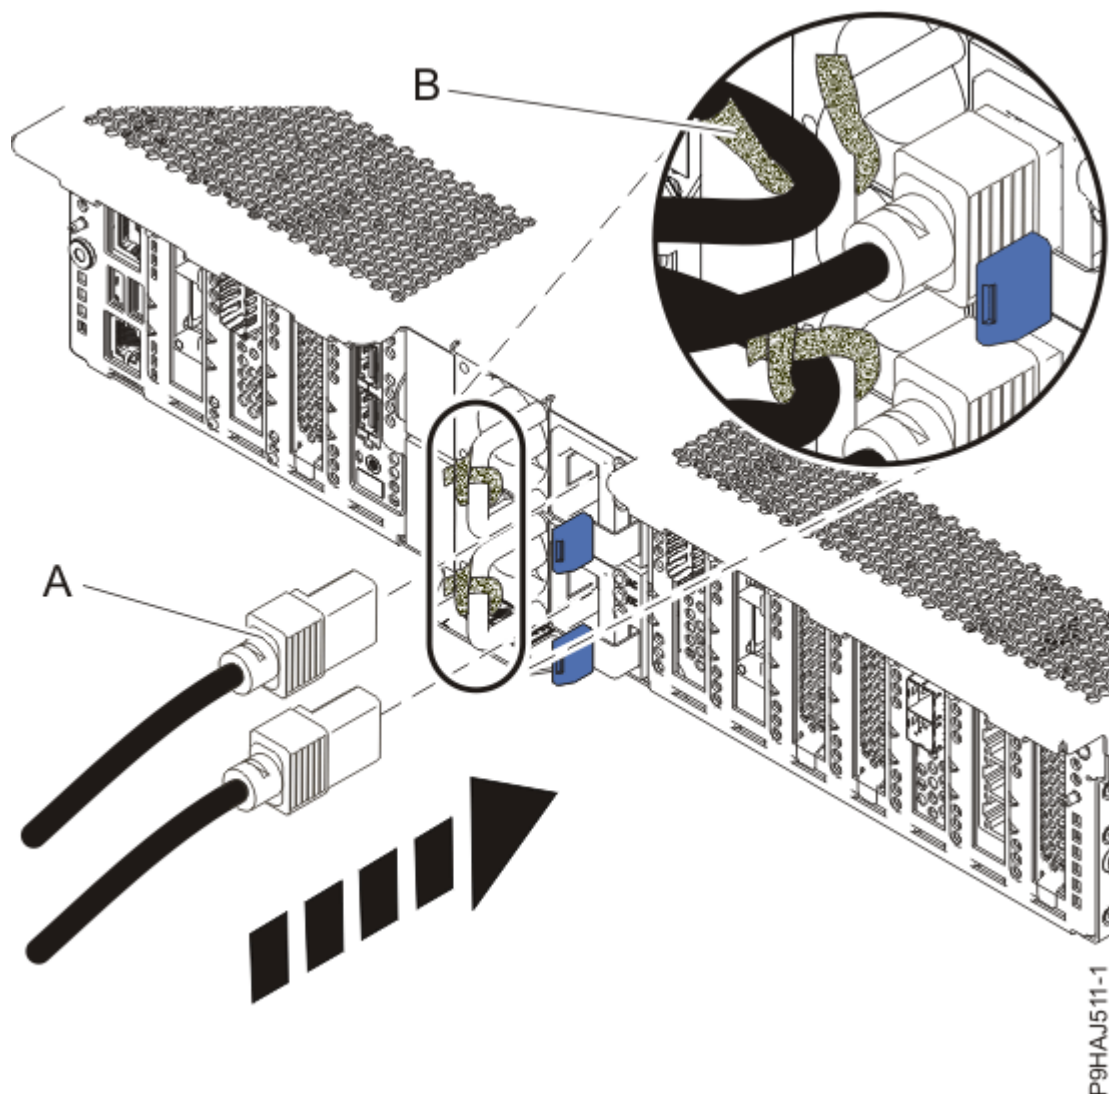

Figura 35. Connexió dels cables d'alimentació
5. Mitjançant les etiquetes, torneu a connectar els cables d'alimentació **(A)** a la unitat del sistema. Colleu els cables d'alimentació al sistema utilitzant les brides, **(B)**, tal com es mostra a la Figura 35 a la pàgina 40.